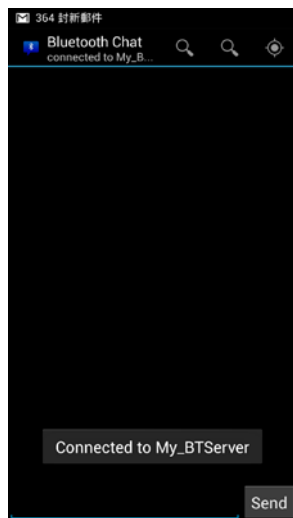

图 37 成功连接至 LinkIt ONE 蓝牙服务器
- 2) 选取 **My_BTServer** 后会显示如图 37 的 **Connected to My_BTServer** 的信息。